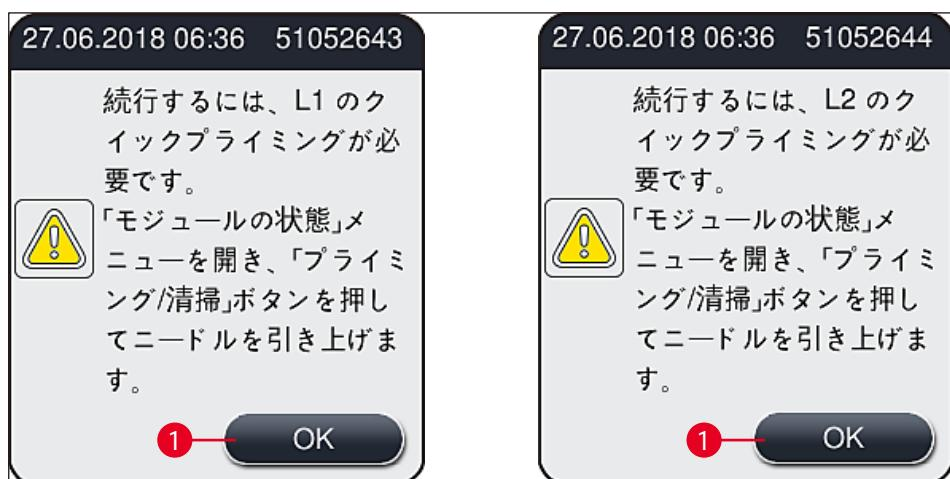

図51
- ① 初期化の終了後、画面にメインメニュー（→図19）が表示され、使用中の封入ラインのクイックプライミング実行をオペレーターに促すメッセージが表示されます（→図51）。OK（→図51-1）を押してメッセージを確認し、続いて画面に表示される指示に従います（→P. 120 – 7.3 プライミング/クリーニング用ホースシステムの用意）。